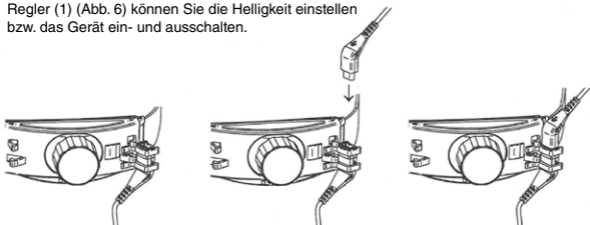

Abb. 8
Für den Betrieb der ML4 LED mit dem mPack oder EN50 verbinden Sie das kurze Kabel des Helligkeitsreglers mit dem Verbindungskabel mPack UNPLUGGED/Cinch und befestigen Sie dieses an der hinteren Segmentabdeckung des Kopfbandes (s. Abb. 8). Schließen Sie das Instrument an der Cinch-Buchse des mPack oder EN50 an. Mit dem Regler (1) (Abb. 6) können Sie die Helligkeit einstellen bzw. das Gerät ein- und ausschalten.